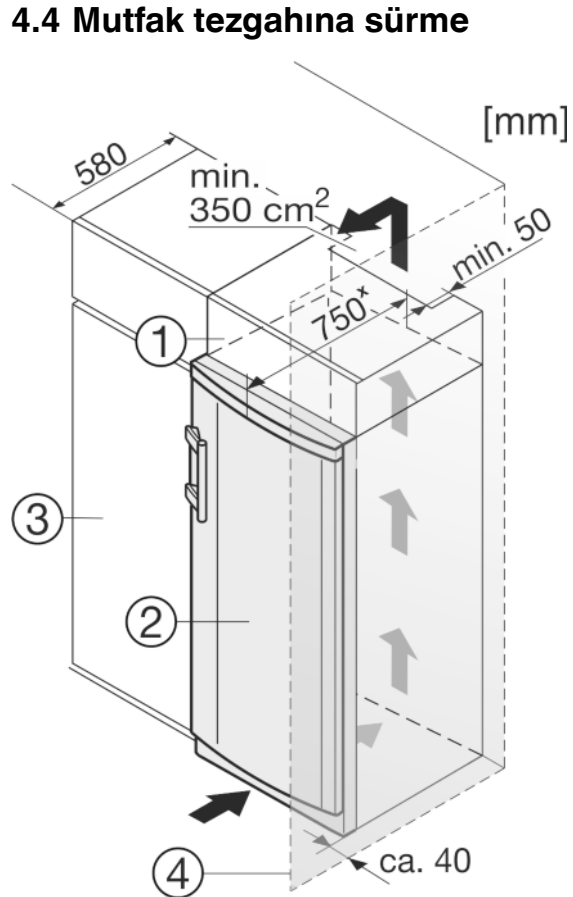

Fig. 9
Cihaz, mutfak dolaplarıyla modifiye edilebilir. Cihazı Fig. 9 (2) mutfak tezgahına göre denkleme için, cihazın üzerine takma dolabı Fig. 9 (1) monte edilebilir.
Cihaz menteşelerle bir duvarın Fig. 9 (4) yanına kurulduğunda, cihazla duvarın arasındaki mesafenin en az 40 mm olması gerekir. Bu mesafe, kapı açık olduğunda kolunun taşma mesafesine eşittir.